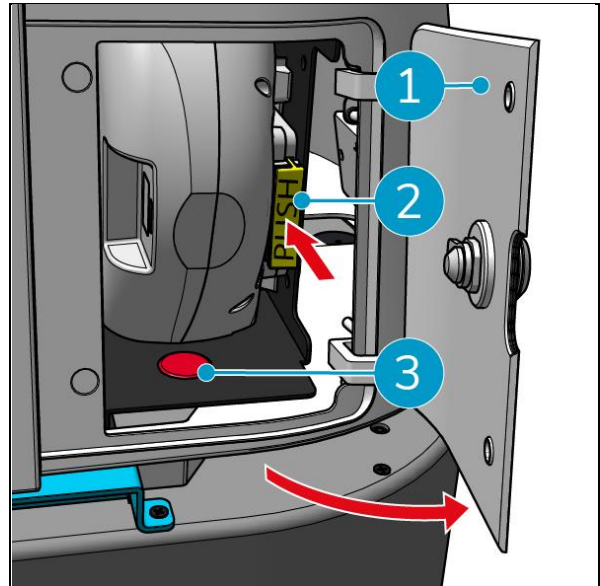
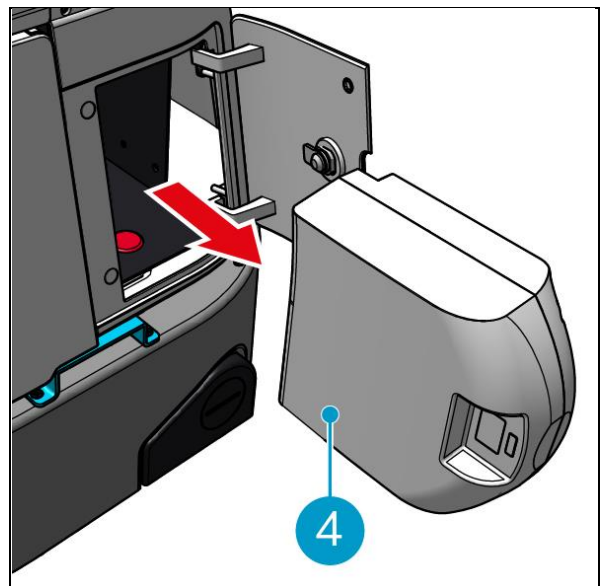

Figura 28
Figura 29
1. Destrancar e abrir a tampa do compartimento das pilhas (Figura 28, pos. 1) utilizando a chave fornecida.
2. Desligue o co-botic™ 45 premindo o botão ligar/desligar (Figura 28, pos. 3).
3. Ao premir o bloqueio deslizante amarelo (Figura 28, pos. 2), puxe a pilha para fora do compartimento (Figura 29, pos. 4).